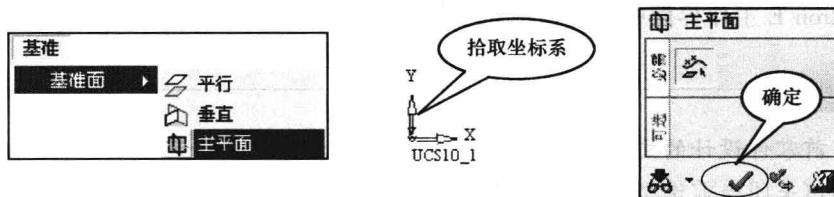

图 1-4 【基准面】建立
1) 单击主菜单中的【基准】→【基准面】→【主平面】，拾取坐标系，单击特征向导中的【确定】，如图 1-4 所示。